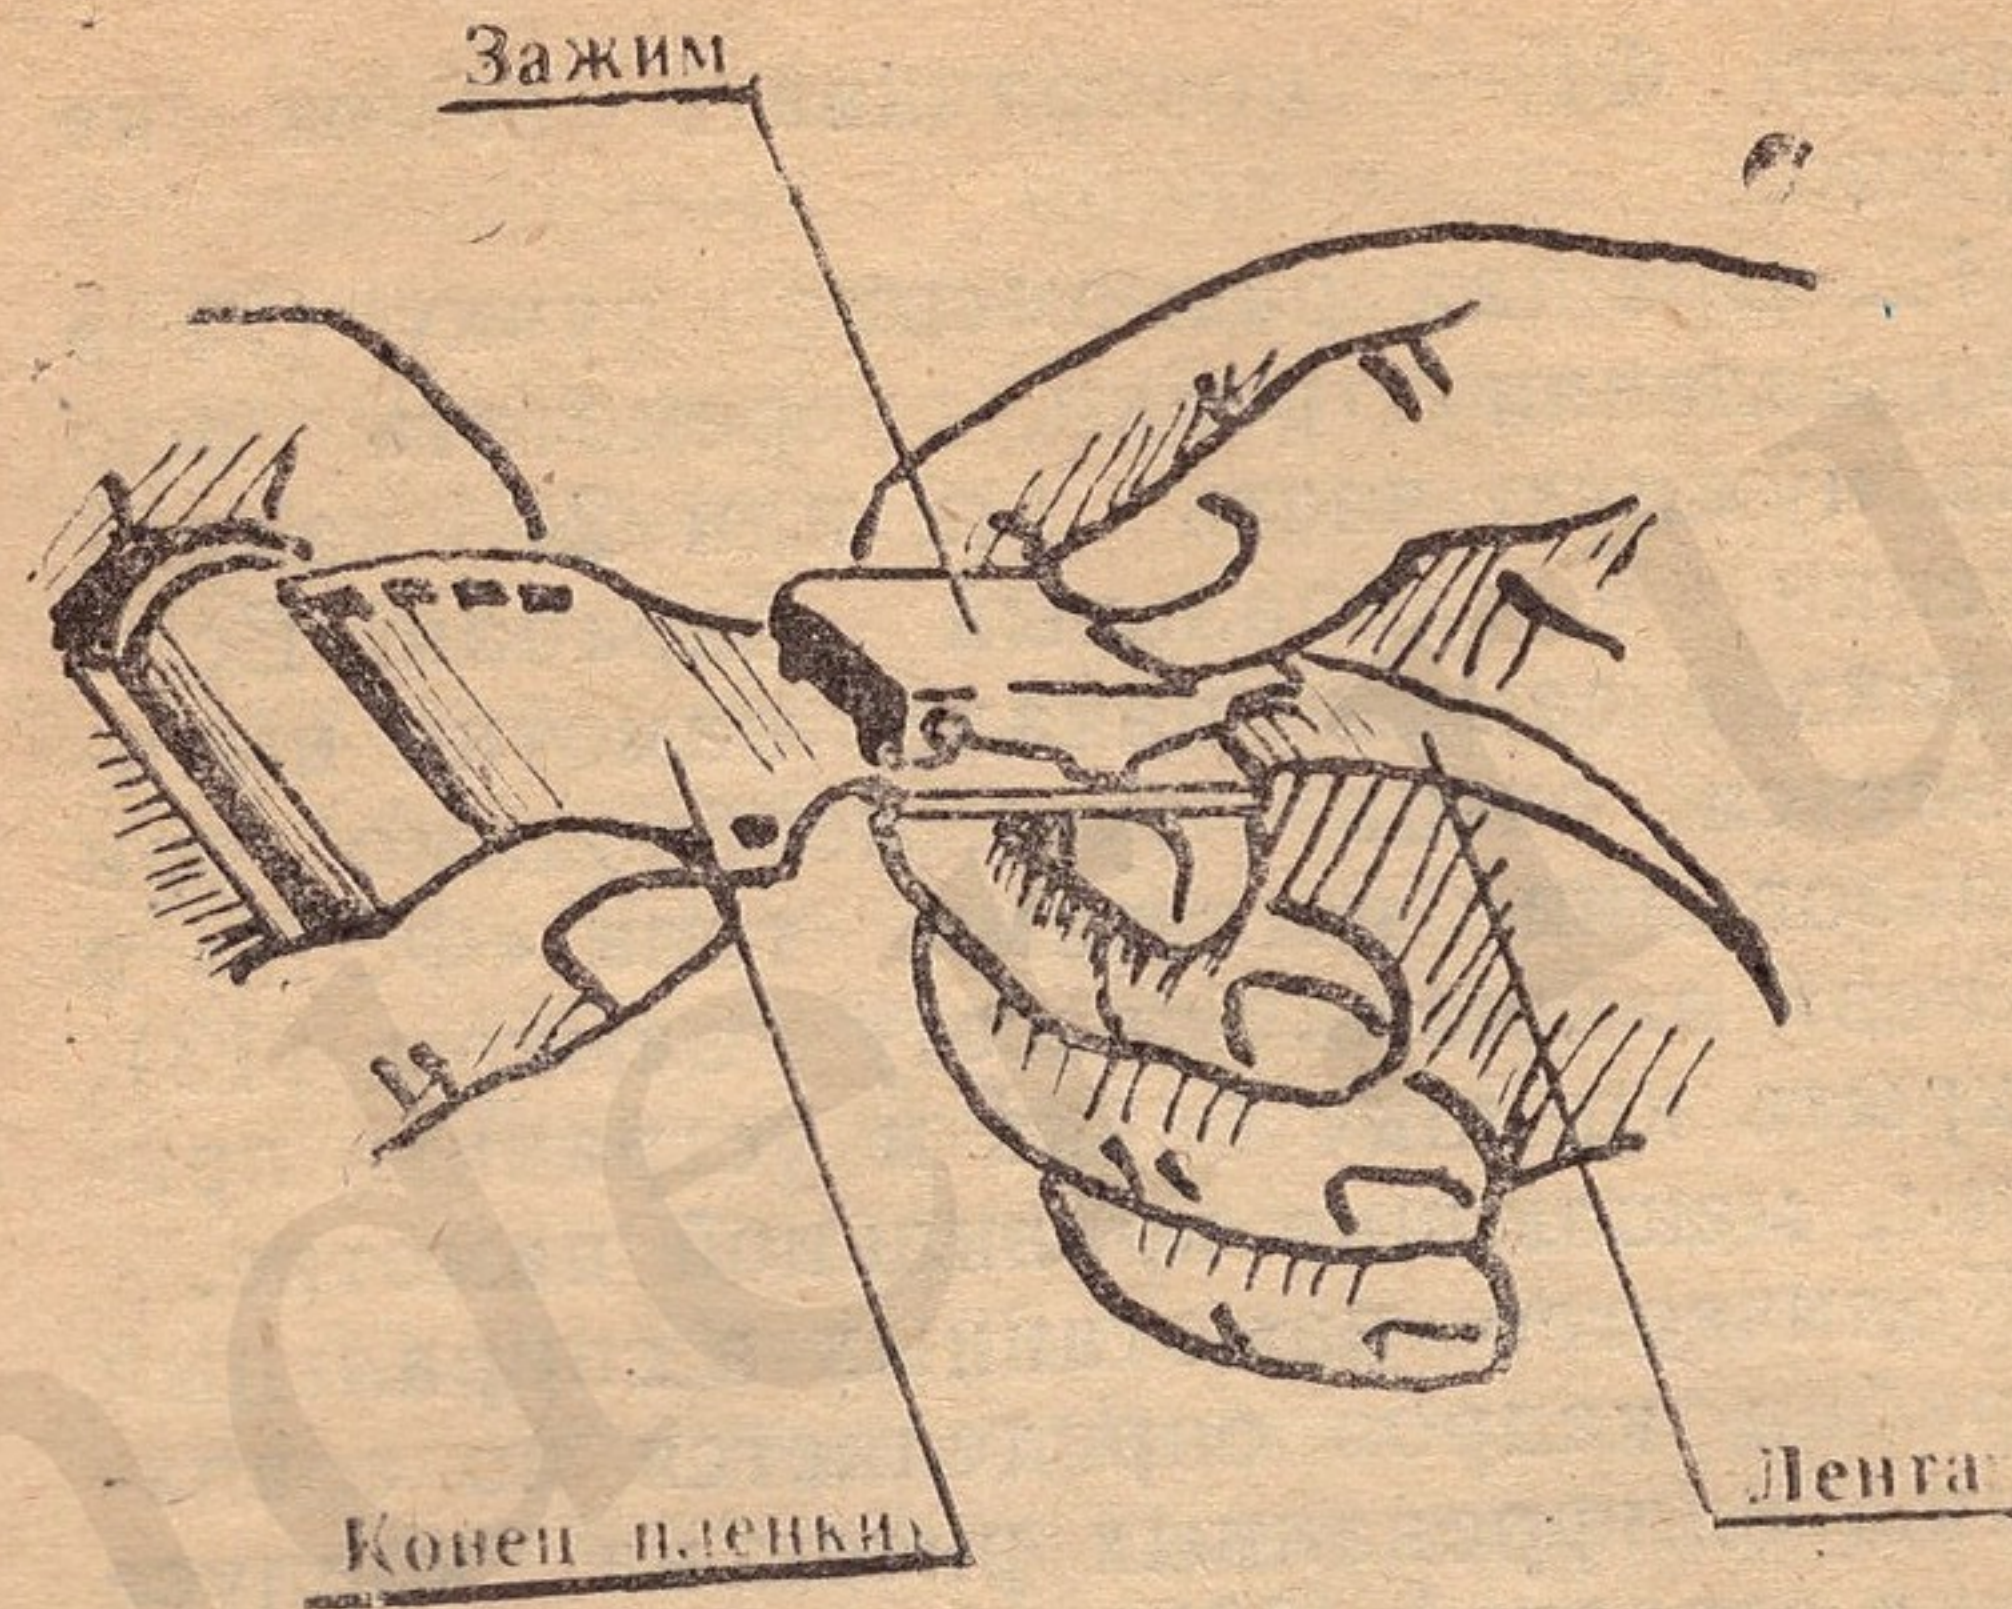

Рис. 4
8. Вставить вытянутый из кассеты конец пленки в разведенный зажим (18) и надавить на него пальцами для того, чтобы два зубчика зажима протолкнули пленку. Зажим должен находиться на одинаковых расстояниях от перфорированных краев пленки (см. рис. 4).